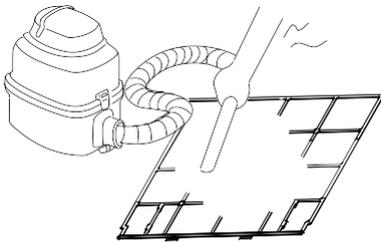

Abb. G3
4. Bei Verwendung eines Staubsaugers sollte die Lufteinlassseite nach oben zeigen. (siehe Abb. G3)